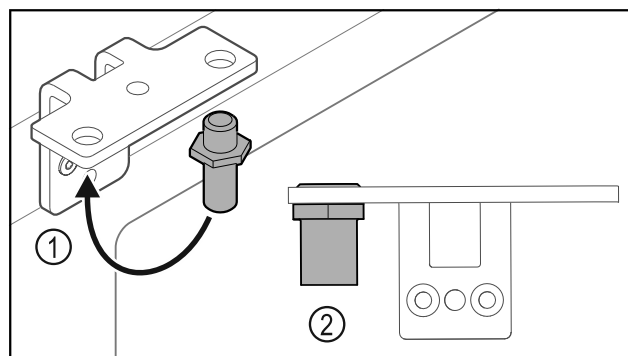

Fig. 29
- ▶ Helyezze át a csuklópántban a csapszeget Fig. 29 (1).
- ▶ Húzza meg a csapszeget Fig. 29 (2) 12 Nm-es forgatónyomatékkal.